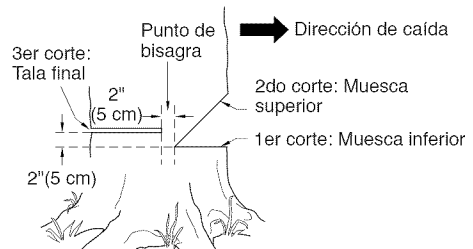

Figura 8 - Tala de un árbol
La preparación correcta de una muesca determinará la dirección en que caerá el árbol. Corte la muesca del lado del árbol correspondiente a la dirección en la cual desea que éste caiga (vea la Figura 8). Siga las instrucciones a continuación para cortar la muesca.
1. Haga el corte inferior de la muesca tan cerca del suelo como sea posible. Sujete la sierra de modo que la barra de guía se encuentre en posición horizontal. Corte a través del tronco del árbol hasta atravesar 1/3 de su diámetro (vea la Figura 8). **Nota:** Haga siempre este corte inferior horizontal en primer lugar. Si la hace en segundo lugar, el árbol puede presionar la cadena o la barra de guía.
**Por ejemplo:** Si el corte inferior tiene una profundidad de 20 cm, comience el corte superior 20 cm por encima de aquél. Corte en dirección hacia abajo y a un ángulo de 45°. El corte superior de la muesca debe llegar y unirse al punto final del corte inferior (vea la Figura 8, página 34).
1. Haga el corte de tala final 5 cm por encima del corte inferior de la muesca y sobre el lado opuesto del árbol (vea la Figura 8, página 34). Mantenga el corte de tala final paralelo al corte inferior de la muesca.
**⚠ ADVERTENCIA:** No atraviese el árbol completamente. Deje alrededor de cinco centímetros de diámetro sin cortar, directamente detrás de la muesca (vea la Figura 8). Esta porción sin cortar funciona a manera de bisagra. La bisagra ayuda a evitar que el árbol se tuerza y caiga en la dirección equivocada.